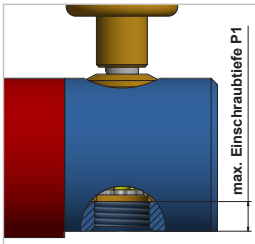

Abbildung 4
**Bitte beachten:** Berücksichtigen Sie die *Abbildung 4* für die max. Einschraubtiefe.